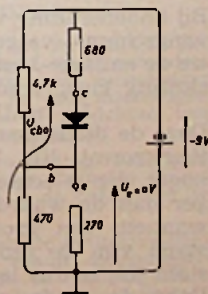

Fig. 3
T.g.v. de onderbreking gaat de schakeling over in die van fig. 3. Daaruit volgt zonder meer, dat de spanning, welke op de emissor aansluiting wordt gemeten, 0 V bedraagt.